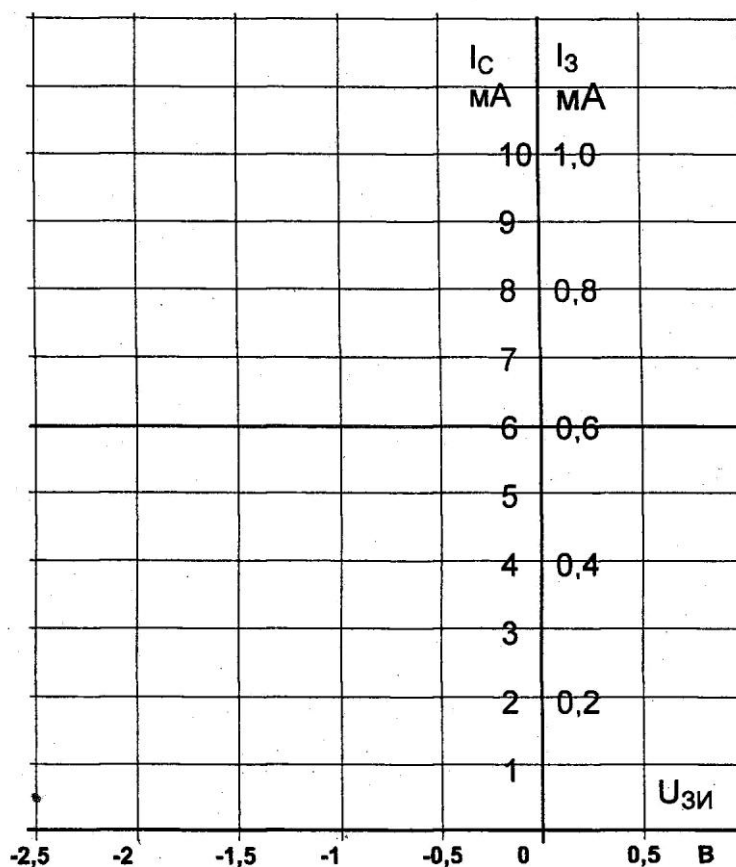

Рис. 6.3.2
- На графике (рис. 6.3.2) постройте кривые зависимостей тока затвора I_3 и тока стока I_C от напряжения $U_{зи}$.